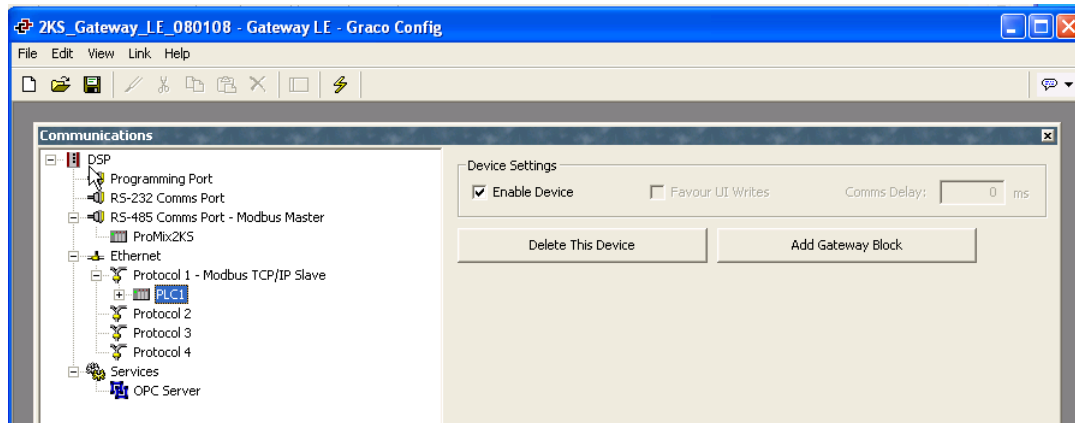

FIG.21: Assegnazione del nome a PLC1
3. Vedere la FIG.21. Fare clic con il pulsante destro del mouse sul dispositivo PLC1, per assegnargli un nome significativo per il proprio sistema.